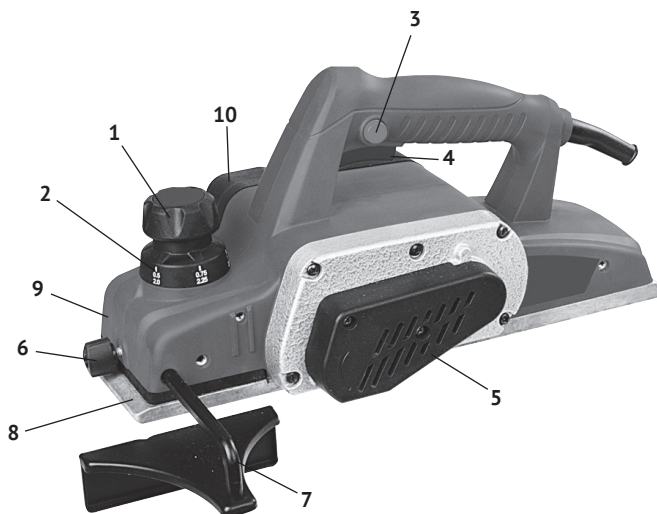
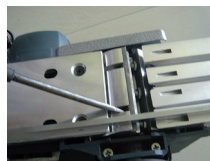

рис. 1
рис.3
1.6 Общий вид рубанка представлен на рис.1
1.8 Клавиша выключателя (рис.1 поз.4) расположена в нижней части рукоятки. Во избежание самопроизвольного включения инструмента, выключатель снабжён блокировкой клавиши (кнопка блокировки, рис.1 поз.3, расположена на левой части рукоятки). Включение рубанка, осуществляется нажатием на клавишу выключателя указательным пальцем после нажатия и удержания кнопки блокировки большим пальцем. Рубанок отключается при отпускании клавиши выключателя, при этом кнопка блокировки (со щелчком) возвращается в исходное положение.
1.9 Рукояткой (рис.1 поз.1) регулируется глубина строгания. Поворотом рукоятки по часовой стрелке увеличивается глубина строгания в интервале от 0 до 3,0 мм (разметка шкалы с шагом 0,25 мм).
- вращением ручки (рис.1 поз.1), до совмещения цифры шкалы (рис.1 поз.2) с выступом на передней части корпуса (рис.1 поз.9), установить необходимую глубину строгания. Максимальную глубину (2,5-3 мм) следует устанавливать для обработки дерева мягких пород и черновой (обдирочной) обработке. Для окончательной (чистовой) обработки, выставляется небольшая (около 0,5 мм) глубина строгания;
- при обработке широких заготовок рекомендуется установить параллельный упор (рис.1 поз.7). Это позволит (при ровном крае заготовки) сострогать точно выставленную полосу от края.
- регулировку ножей по высоте (рис.3) произвести при выставленной рукояткой (рис.1 поз.1) нулевой глубине строгания. Используя жесткий, плоский брусок (линейку), положенный на подошвы основания. Барабан проворачивается (при отключённом от сети рубанке) вручную свободно, ножи не задевают брусок.